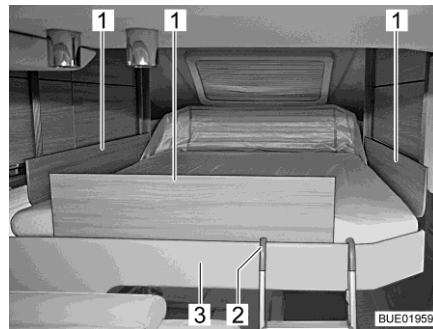

Fig. 145 Cama elevada con placas de retención
- Insertar las placas de retención (Fig. 145,1) entre el colchón y el marco de la cama (Fig. 145,3).
- Enganchar ambos estribos de la escalera de ascenso (Fig. 145,2) en el marco de la cama (Fig. 145,3).
- Desenganchar la escalera de ascenso (Fig. 145,2) del marco de la cama (Fig. 145,3).
Si la cama elevada ya no se deja desplazar con las teclas de flecha (Fig. 145, 2 y 8), controlar primero el fusible Reserva 3 en el bloque eléctrico (véase apartado 9.10.1). Si el fusible está en orden y la cama elevada no se deja desplazar a pesar de esto, se podrá manejar la cama elevada en forma manual.